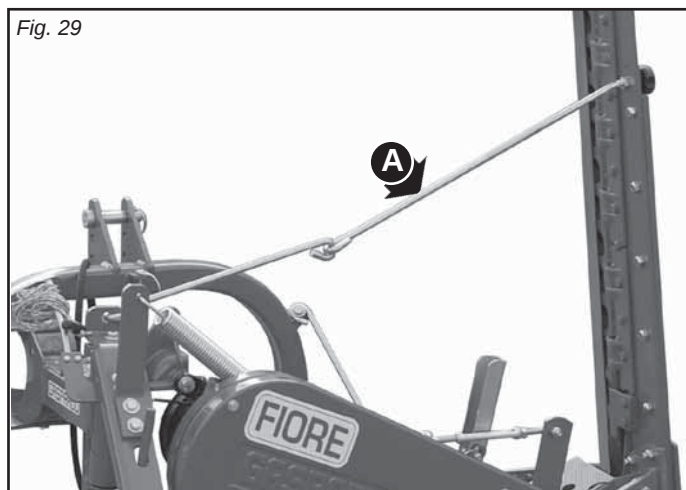

Fig. 29
- Выньте крюк безопасности (A, Рис. 29).